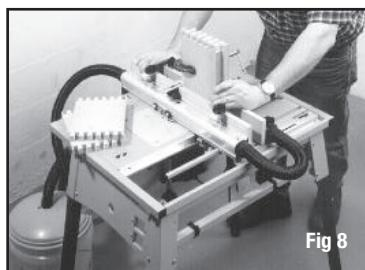

Fig 8
Conjunto de 2 piezas. Fig. 8.
5. Deslice las piezas de trabajo contra los soportes de tope, utilice una abrazadera para mantener la pieza en la misma posición, tal como se ve en la Fig. 8.